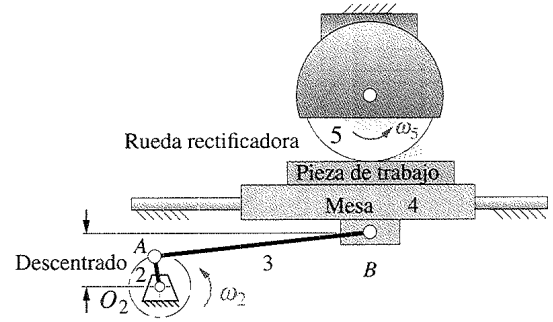

FIGURA P6-23 Problema 6-60 Esmeriladora
- †6-60 La figura P6-23 muestra una esmeriladora. La pieza de trabajo oscila bajo la rueda rectificadora rotatoria de 90 mm de diámetro por la acción de un mecanismo manivela-corredera que tiene una manivela de 22 mm, una biela de 157 mm y un descentrado de 40 mm. La manivela gira a 120 rpm y la rueda rectificadora a 3450 rpm. Calcule y grafique la velocidad del punto de contacto de la rueda rectificadora con respecto a la pieza de trabajo en una revolución de la manivela.